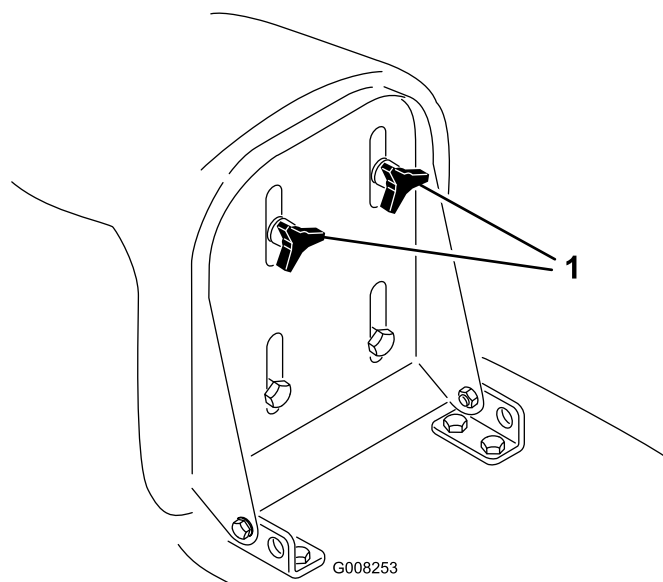

Figura 5
1. Sollevate il sedile ed allentate le manopole di regolazione (Figura 5).